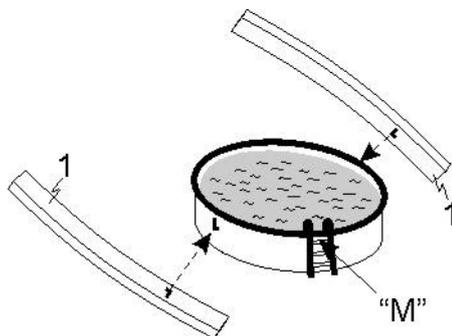

Abb.1.1
### Schritt 1: Markierungen am Schwimmbaden (Abb. 1.1 und 1.2)
Als nächstes werden laut Tabelle die Abstände „L“ für die beide „C“ Profile (1) in beiden Richtungen vom Ausgangspunkt >M< abgemessen (Abb. 1.1). Bei **ovalen** Becken befinden sich die „L“ Punkte genau in der Mitte beider Rundungen.
**Das kürzere Ende gemessen vom „L“ liegt näher der Einstiegsleiter (Abb. 1.1).**